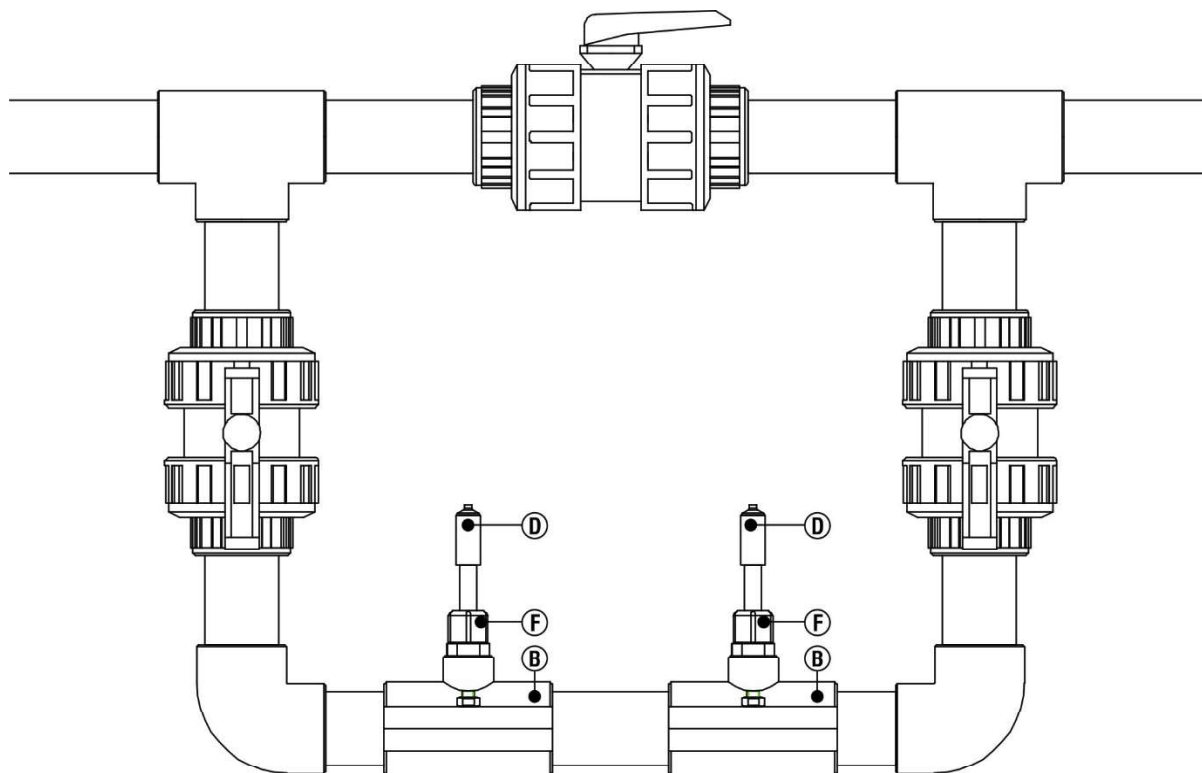

Рис. 6С
3.3. РЕКОМЕНДУЕМАЯ СХЕМА (БАЙПАС) ДЛЯ УСТАНОВКИ И ОБСЛУЖИВАНИЯ ДАТЧИКОВ PH И RX (Рис. 6С)